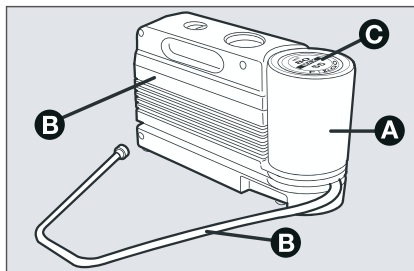

Рис. 11
Ниже приведен состав комплекта (рис. 11).
- компрессор **D** (рис. 11), оснащенный манометром и наконечником для подсоединения к вентилю шины;